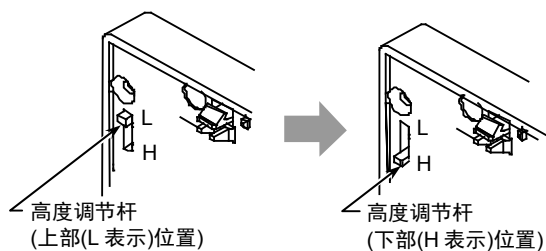

图 17. 高度变更: 降低高度调节杆
- 5) 把本体单元的左右高度调节杆的位置(图17参考)设定为上部(L位置)。
- 6) 把本体单元的左右高度调节杆的位置(图17参考)设定为上部(L位置)。